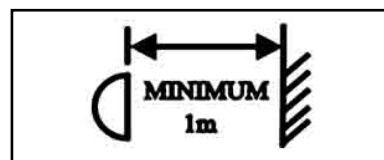

Fig. 3
- Rispettare la distanza minima di un metro tra il proiettore e l'oggetto o la superficie da illuminare (fig. 3).